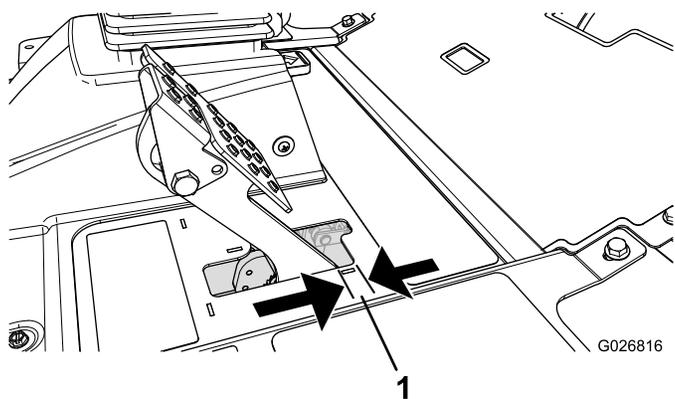

图 96
当刹车踏板的自由行程图 96 超过 2.5cm 时或需要施加更大保持力时应调节刹车。自由行程是您感到刹车阻力之前刹车踏板移动的距离。
2. 紧固后螺母向后移动拉线直到刹车踏板的自由行程图 96 达到 0.63 12.7mm 然后锁定车轮。